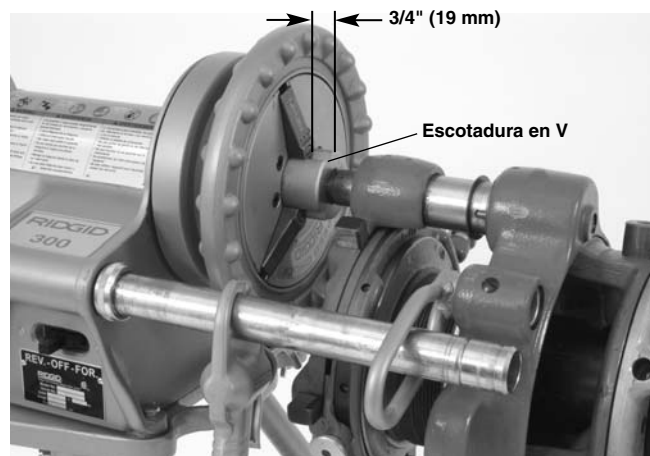

Figura 12 – Colocación de la barra de tracción dejando espacio para el aceite
- Use el equipo apropiado para levantar la roscadora a engranajes y colóquela sobre el extremo del tubo, con un mandril del portaherramientas orientado hacia arriba. Si se levanta a mano, por lo menos dos personas tienen que hacerlo, utilizando las manijas. Esté consciente del peso del equipo: el Modelo 141 pesa 93 libras (42 kg) y el Modelo 161 pesa 158 libras (72 kg). Deje expuesta una longitud de unas $\frac{3}{4}$ " (19 mm) de la barra de tracción frente al mandril para dejar espacio suficiente para colocar aceite (*Figura 12*). Apriete las piezas del mandril en las tres escotaduras en forma de "V" en el cabezal de la barra de tracción. Cierre el cabezal de centrado trasero sobre la barra de tracción. Asegure la estabilidad y seguridad de la roscadora a engranajes y la motopropulsora.
3. Use el equipo apropiado para levantar y colocar la roscadora a engranajes. Si se levanta a mano, por lo menos dos personas tienen que hacerlo, utilizando las manijas. Esté consciente del peso del equipo: el Modelo 141 pesa 93 libras (42 kg) y el Modelo 161 pesa 158 libras (72 kg). Deje expuesta una longitud de unas $\frac{3}{4}$ " (19 mm) de la barra de tracción frente al mandril para dejar espacio suficiente para colocar aceite (Figura 12). Apriete bien las piezas del mandril en las tres escotaduras en forma de "V" en el cabezal de la barra de tracción. Cierre el cabezal de centrado trasero sobre la barra de tracción. Asegure la estabilidad y seguridad de la roscadora a engranajes y la motopropulsora.